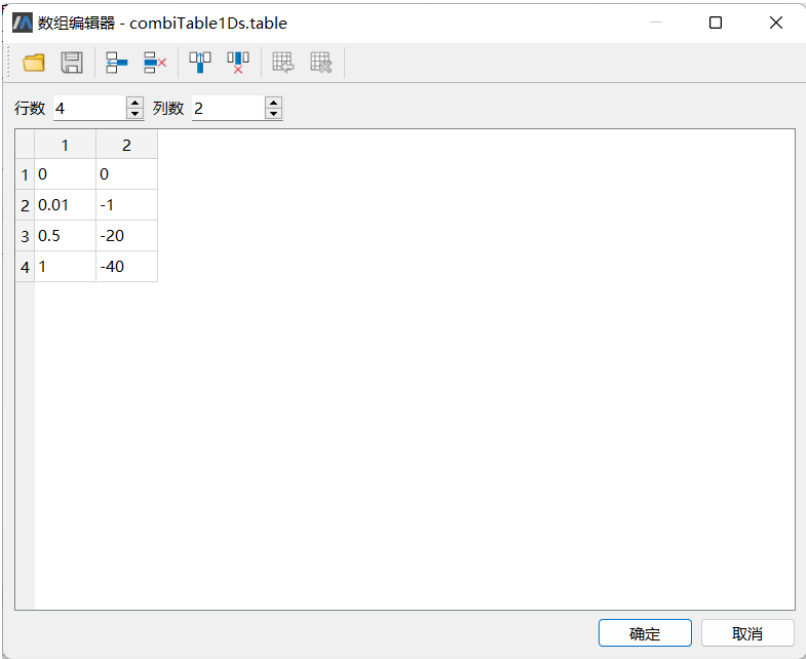

图 4-5 制动回收扭矩查表曲线设置
(3). 在如图 4-5 所示，我们需要增加一个查表模块并通过 BrakeSignal 信号输入并查表获得制动踏板输入产生回收扭矩需求，还需要一个加法模块将原有的需求扭矩和新的制动回收扭矩加总；回收扭矩曲线设置为，第一列为踏板深度(0~1)，第二列为需求的电机端制动扭矩，注意踏板深度为 0 时对应的回收扭矩为 0，踩下后的需求扭矩为负值。